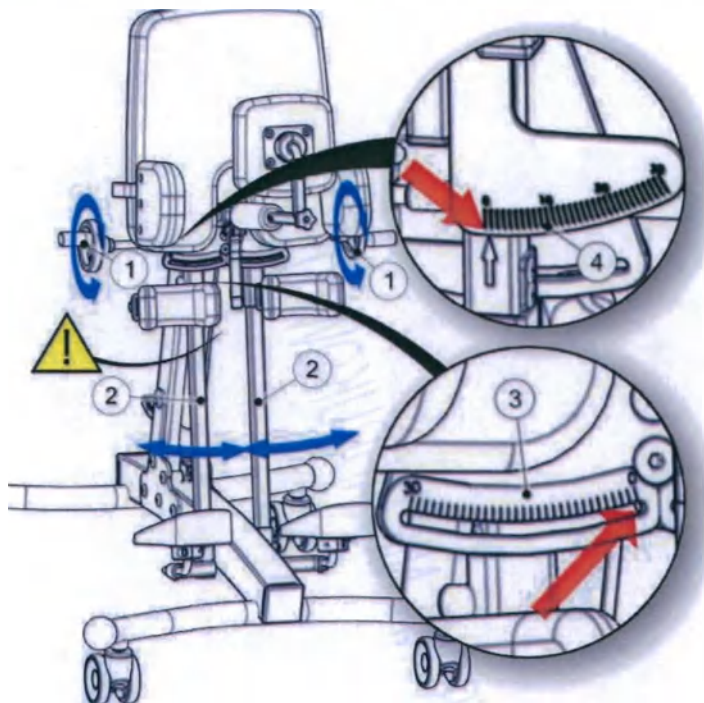

Рис. 13
Размещение пациента в устройстве спиной к опоре должно выполняться при заблокированных колесах рамы во избежание случайного перемещения устройства, которое может привести к неконтролируемому изменению положения и травмированию пациента. Изменение положения обеспечивается с помощью газовой пружины, однако при вертикализации необходимо придерживать основную опору для спины. Чтобы изменить угол наклона устройства в положении пациента спиной к опоре, нажмите ногой педаль (1), которая дает возможность выполнить ручную регулировку для получения необходимого положения. При регулировке важно обращать особое внимание на область между колонной, основной опорой для туловища и кронштейнами опор для ног. Нельзя помещать никакие предметы в этой области, так как они могут блокировать движение устройства и в результате даже повредить его. Чтобы зафиксировать положение, отпустите педаль (1), которая блокирует газовую пружину и обездвиживает основную опору для туловища в заданном положении. Угол наклона в положении пациента спиной к опоре можно определить с помощью шкалы (2). Шкалы размещены с обеих сторон устройства. Рис. 13.